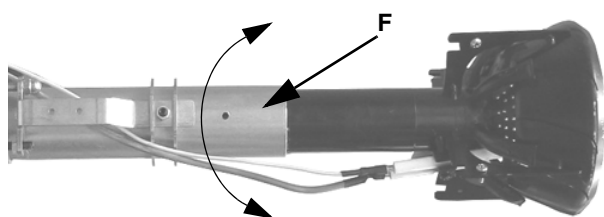
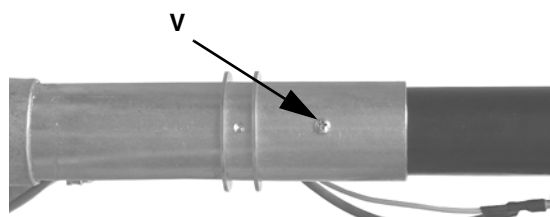

Рис. 22
Рис. 23
- 7 Открутить винт **V**, который крепит головку сгорания к трубке головки, повернуть головку на 180°, как указано на Рис. 23), вплоть до отверстия **F** и закрепить вновь винт **V** (Рис. 22 - Рис. 23).